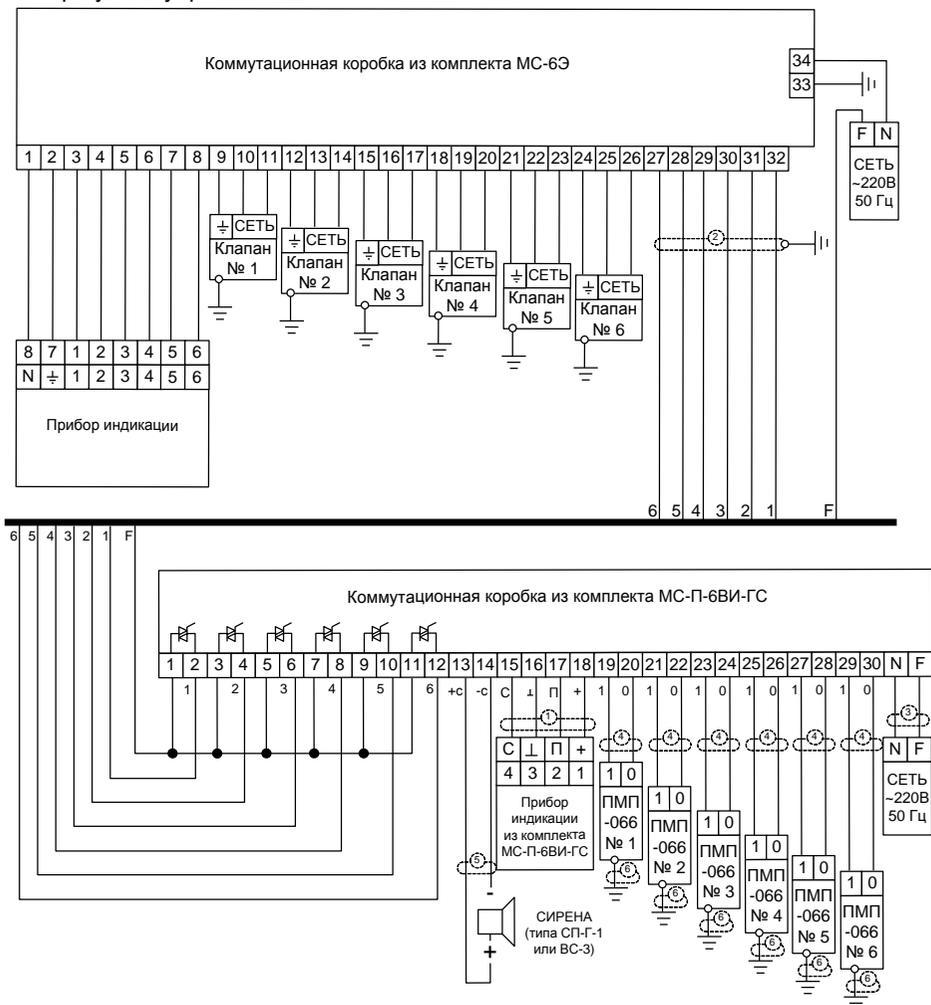

Рисунок 5
Симисторные выходы коммутационной коробки МС-П (для МС-П-6ВИ-ГС – 1-2, 3-4, ... 11-12) «замкнуты» при уровне топлива < 95 %, и «разомкнуты» при > 95 %. Выходы включаются в разрыв цепи питания клапанов (рисунок 5).
3.5.8 Применяемые кабели (рисунок 5):